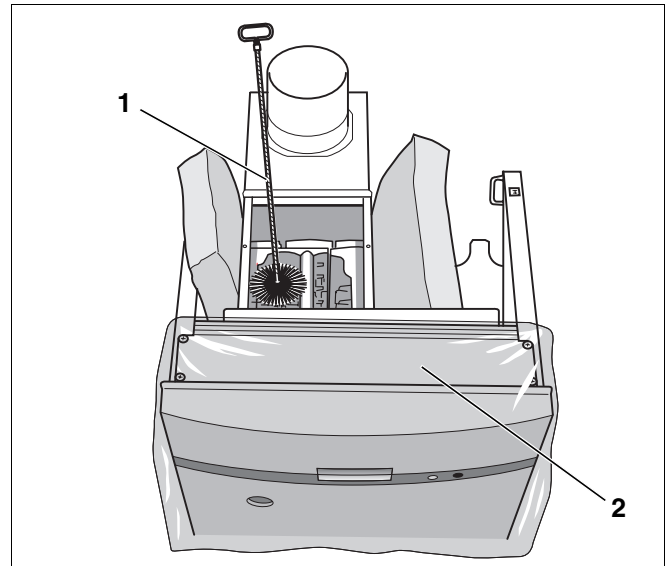

Abb. 37 Reinigung der Heizgaszüge
- Regelgerät mit Folie (Abb. 37, **Pos. 2**) abdecken.
- Heizgaszüge mit Reinigungsbürste (Abb. 37, **Pos. 1**) durchbürsten.
- Bei starker Verkrustung Heizgaszüge durchbürsten (Abb. 37, Seite 42).